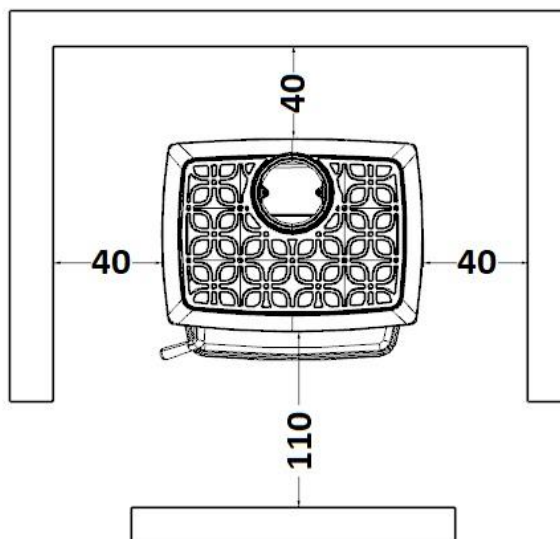

FIG. 7 - DISTANCIAS DE SEGURIDAD (cm)
- Cuando se coloque la estufa, tener en cuenta las distancias de seguridad necesarias, tanto del aparato como de la chimenea, de las superficies combustibles (paredes de madera o empapeladas, suelo de madera, etc.,). Estas mismas distancias deberán ser respetadas cuando el recubrimiento de las paredes o zonas próximas sea susceptible de deterioro o deformación por efecto de temperatura (barnices, pinturas, P.V.C.. etc.). **Fig. 7**